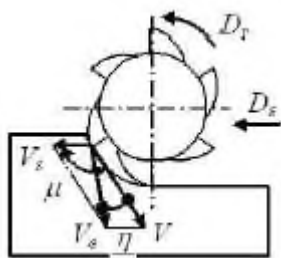

Рис. 12
**Угол  $\mu$  (рис. 12) между векторами скоростей главного движения  $V$  и подачи  $V_s$  называется углом**